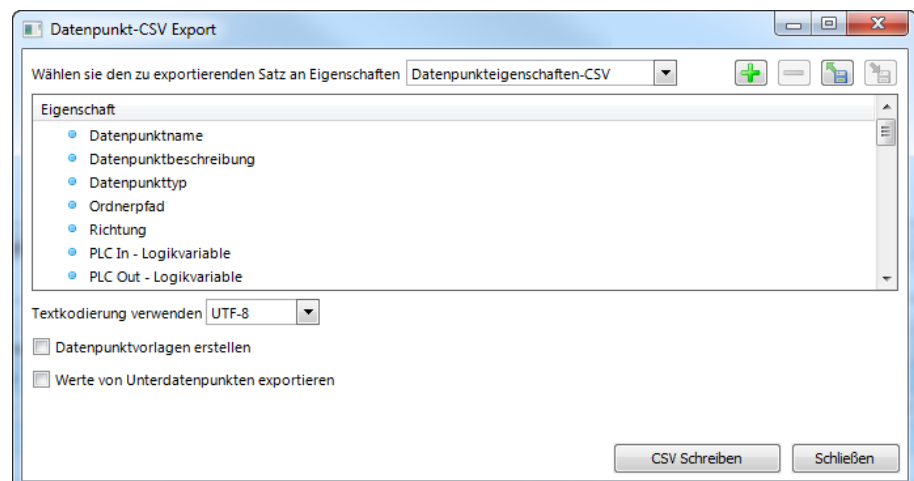

Abbildung 72: Datenpunkt-CSV Export-Dialog.
3. Der Dialog **Datenpunkt-CSV Export** öffnet sich wie in Abbildung 72 gezeigt.